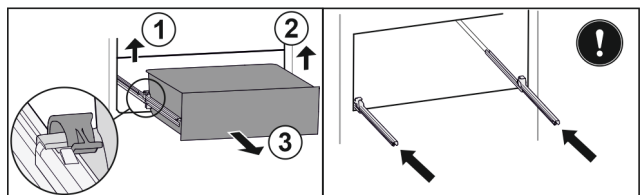

Fig. 153
- ▶ Linke Klemme anheben und gleichzeitig Schubfach links nach vorne ziehen. Fig. 153 (1)
- ▶ Rechte Klemme anheben und gleichzeitig Schubfach rechts nach vorne ziehen. Fig. 153 (2)
- ▶ Schubfach nach vorne entnehmen. Fig. 153 (3)